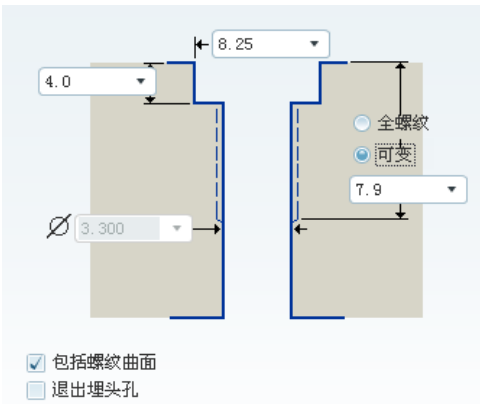
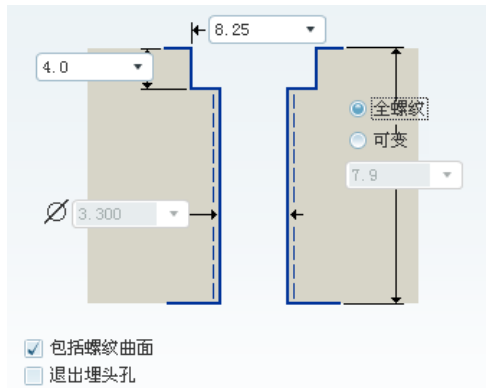

图 5.14.16 沉头螺钉螺孔 (可变)
图 5.14.17 沉头螺钉螺孔 (全螺纹)
(3) 沉头螺钉螺孔形式。在操控板中单击  和 ，再单击 **形状**，系统弹出图 5.14.16 所示的界面，如果选中 全螺纹单选项，则螺孔形式如图 5.14.17 所示。